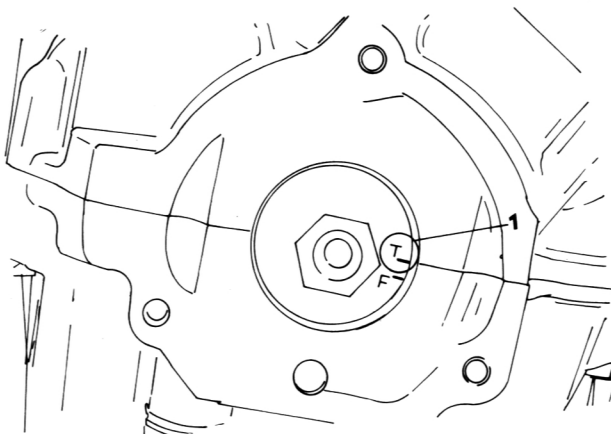

Bild 32
- Die Kurbelwelle im Uhrzeigersinn drehen, bis die «T»-Markierung auf dem Kurbelwellenende mit der vorderen Dichtungsfuge des Kurbelgehäuses zur Deckung gelangt (Bild 32).